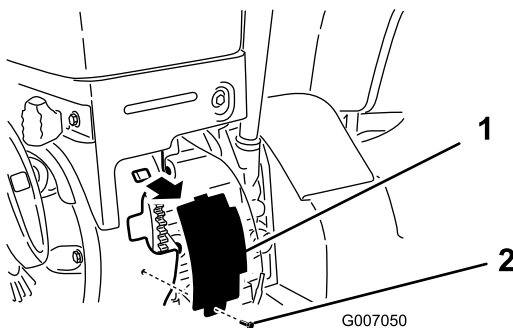

Figur 2
3. Montera den elektriska startmotorn ordentligt på det sätt som visas i bilden (Figur 2) med två torxsruvar från påsen med lösa delar.
4. Montera startmotorns kåpa genom att föra in fliken i skåran och fästa den undertill med en 7 mm insexskruv från påsen med lösa delar (Figur 2 och Figur 3).